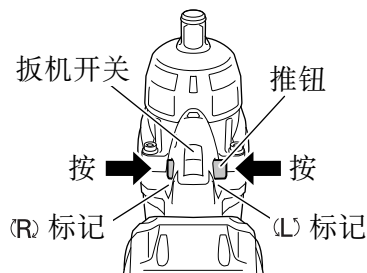

图 13
按推钮的 L（左）侧使钻头逆时针旋转。（参照图 13）。(机身上标有 (L) 和 (R) 标记。)